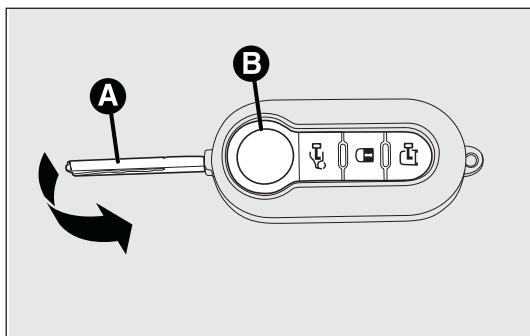
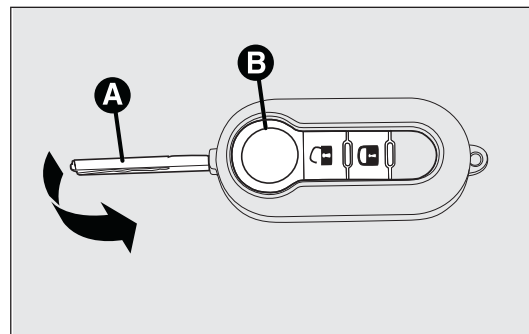
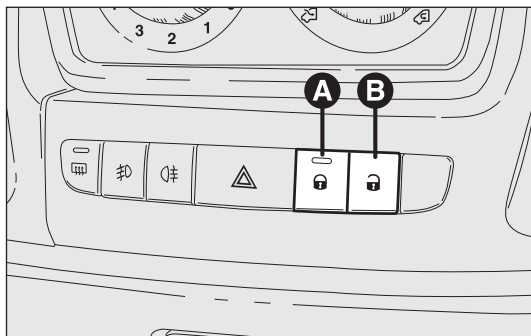

fig. 107
fig. 108
fig. 110
Con las puertas cerradas pulse el botón  del mando a distancia fig. 107 o introduzca y gire la pieza metálica en la cerradura de la puerta del conductor hacia la derecha. El bloqueo de las puertas se activa únicamente si todas las puertas están cerradas. Si hay alguna puerta abierta después de pulsar el botón  del mando a distancia fig. 107, los intermitentes y el led del botón A-fig. 110 parpadean rápidamente durante aproximadamente 3 segundos. Cuando la función está activa los botones A y B fig. 110 están desactivados. Pulsando dos veces rápidamente el botón  del mando a distancia fig. 107 se activa el dispositivo dead lock (véase el apartado “Dispositivo dead lock”).
Pulse brevemente el botón  fig. 107 o  fig. 108, según las versiones, para desbloquear las puertas delanteras a dis-
Pulse el botón A-fig. 110 para cerrar y el botón B para abrir las puertas. La apertura y el cierre son centralizados (puertas delanteras y traseras). Cuando las puertas están cerradas el led del botón A está encendido y al pulsar el botón B se abren en modo centralizado todas las puertas y se apaga el testigo. Cuando las puertas están abiertas el led está apagado y al pulsar el botón se cierran en modo centralizado todas las puertas. El bloqueo de las puertas se activa únicamente si todas las puertas están bien cerradas.
no podrán abrirse con el botón A-fig. 110 ubicado entre los mandos del salpicadero.
- ☐ los botones A-B fig. 110 de cierre/apertura.
El dispositivo se activa automáticamente en todas las puertas pulsando dos veces rápidamente el botón  de la llave con mando a distancia fig. 107.
La activación del dispositivo se indica con 3 destellos de los intermitentes y el parpadeo del led del botón A-fig. 110 situado entre los mandos del salpicadero.